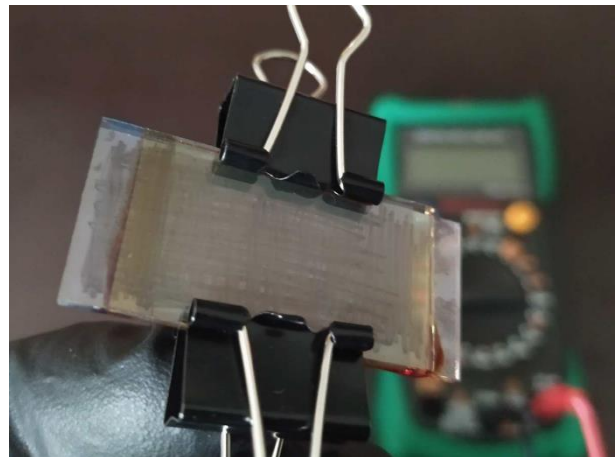

Abbildung 9 Fertige Solarzelle
- Die Solarzelle sollte nun aussehen, wie in Abbildung 9. Überstehendes Elektrolyt kann mit einem Stück Zellstoffpapier aufgesaugt werden, damit es nicht heruntertropft.